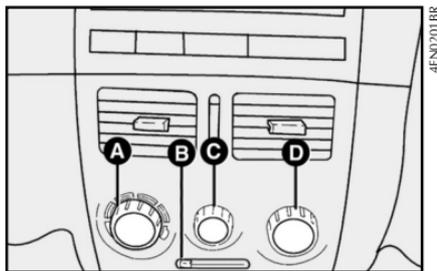

fig. 48
COMANDOS fig. 48
1) Mando para la temperatura del aire **A- fig 48** totalmente posicionado a la izquierda.
2) Cursor del ventilador **C-fig 48**: posicionado en la velocidad máxima.
3) Mando para la distribución del aire **D-fig 48** indicador en , para controlar que todas las salidas de aire estén abiertas.
4) Conecte el aire acondicionado abriendo el selector **C fig. 48**.
El aire acondicionado es muy útil para acelerar el desempañamiento porque deshumece el aire. Es suficiente regular los mandos para la función de desempañamiento, y activar el aire acondicionado, presionando el pulsador **C fig. 48**.
1) Acondicionador de aire conectado **C** fig. 48.